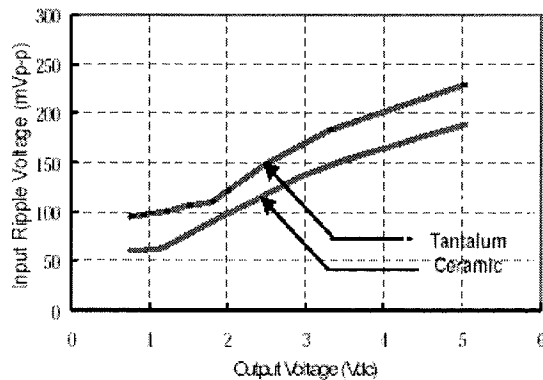

図8 Input voltage ripple VS Output voltage
- 3、 4 \times 47 μ F タンタルコン 、 4 \times 22 μ F セラコン . . . 図8